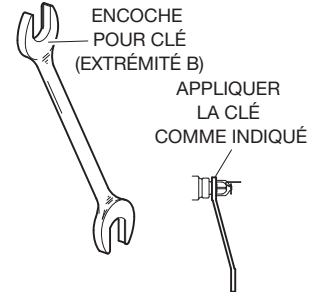

FIGURE 3
Étape 3. Serrer le sprinkleur dans son raccord en utilisant exclusivement une clé de montage W-Type 3 (extrémité B) (voir la figure 3). Conformément aux figures 1 et 2, appliquer la clé de montage W-Type 3 sur les méplats de la clé.